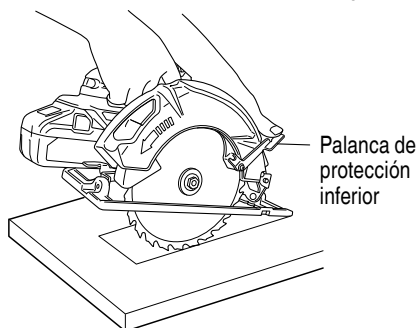

Fig. 35
1. Marque claramente el área de corte deseada con líneas en todos los lados. (Consulte la Fig. 35.)
3. Empuje la palanca completamente hacia atrás para que la cuchilla quede expuesta como se muestra en la Fig. 35.